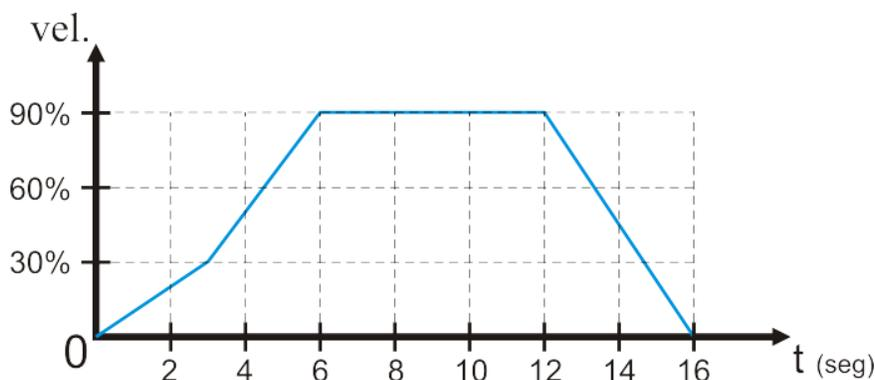

Figura 9.3. Perfil de velocidad controlado mediante PWM.
- 8) Desarrolle un segundo programa cuyo algoritmo proporcione, **de manera automática**, el perfil de velocidad mostrado en la figura 9.3 al presionar el botón de **Inicio**. Se puede apreciar que, del estado de reposo, el motor debe aumentar su velocidad paulatinamente en dos fases hasta el punto deseado, mantener esa velocidad durante un periodo de tiempo y luego desacelerar hasta terminar en la posición de reposo.